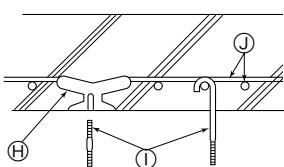

Fig. 2-5
- ② Estruturas de cimento armado (Fig. 2-5)